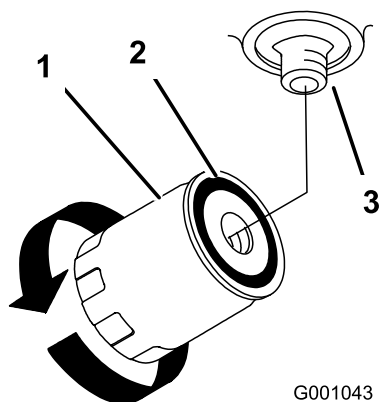

Figura 94
7. Aplique uma fina camada de fluido hidráulico na junta de borracha do filtro de substituição (Figura 94).
9. Encha o depósito hidráulico com fluido hidráulico até o fluido encher o filtro e depois rode o filtro do fluido no sentido dos ponteiros do relógio até a junta de borracha entrar em contacto com o adaptador do filtro; depois aperte o filtro mais 1/2 volta (Figura 94).